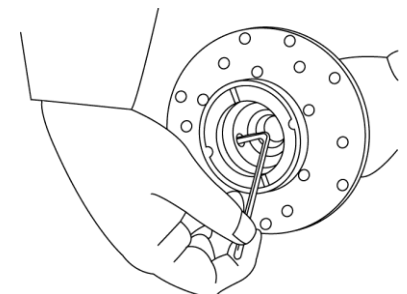

Figure 13
6. Para desensamblar el impulsor y el ensamble de la cápsula magnética, gire los pines de bloqueo 90 grados en sentido antihorario usando un destornillador de pala y luego empujelo hacia el interior del impulsor. [Fig. 12] Si es difícil de empujar hacia afuera, golpee ligeramente el extreme del mango del destornillador. Si no se puede usar el destornillador debido a que la ranura del pin estuviera machucado, gire el pin desde el interior de la cápsula magnética usando una llave hexagonal. [Fig. 13] Cuando lo haga, gire la llave en sentido horario. Después de girar el pin, empujelo desde el exterior usando un destornillador o un botador.